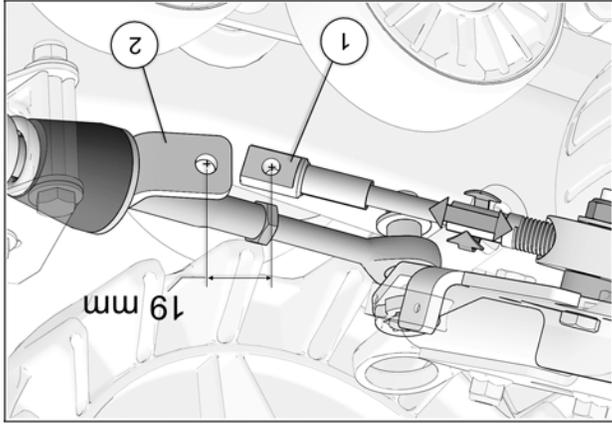

Fig. 28
14. Tourner le volant du véhicule au maximum de la course du côté gauche. En maintenant une pression au volant, ajuster le câble (en vissant ou dévissant pour ajuster la longueur). Voir la Fig. 28
15. Obtenir une distance de 19 mm [$\frac{3}{4}$ po.] du centre de l'extrémité du câble (1) au centre de l'extrémité du support de fixation (2). Voir la Fig. 28